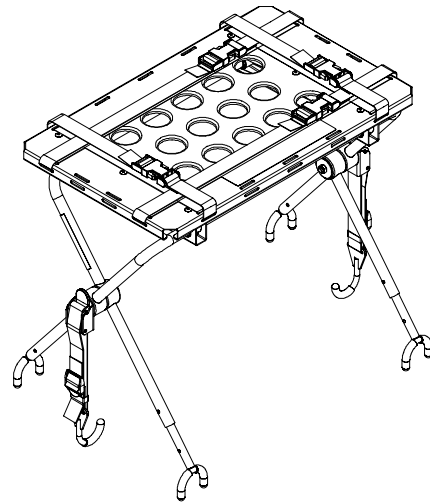

Abbildung 25 – Die Standfüße der Defibrillatorplattform ausklappen
2. Die Standfüße der Defibrillatorplattform ausklappen (Abbildung 25).